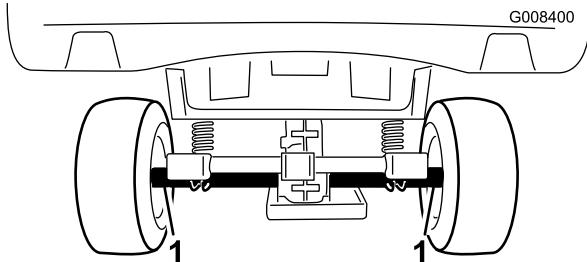
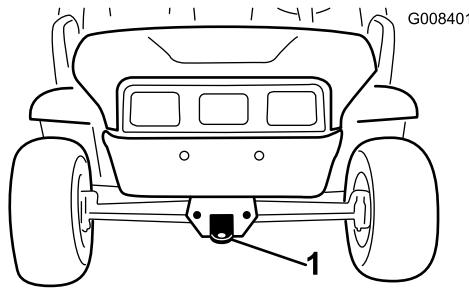

Figura 18
Figura 19
ao atrelado. Consulte Figura 18 e Figura 19 para localizar os pontos de fixação do veículo.
2. Ate um cabo de reboque ao garfo, na parte dianteira do chassis (Figura 19).